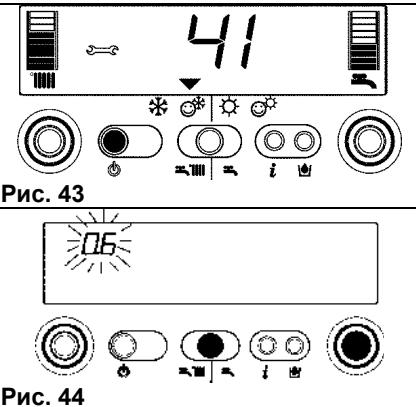

Рис. 44
**Замечание:** если минимальное значение давления в системе достигнет 0,6 бар, на дисплее начнет мигать значение давления (рис. 43). Если это значение опустится ниже минимального аварийного уровня (0,3 бар), на дисплее отобразится код аварии 41 (рис. 44) и будет гореть некоторое время, после чего, если авария все еще сохраняется, отобразится код неисправности 40 (смотри главу «Неисправности»).